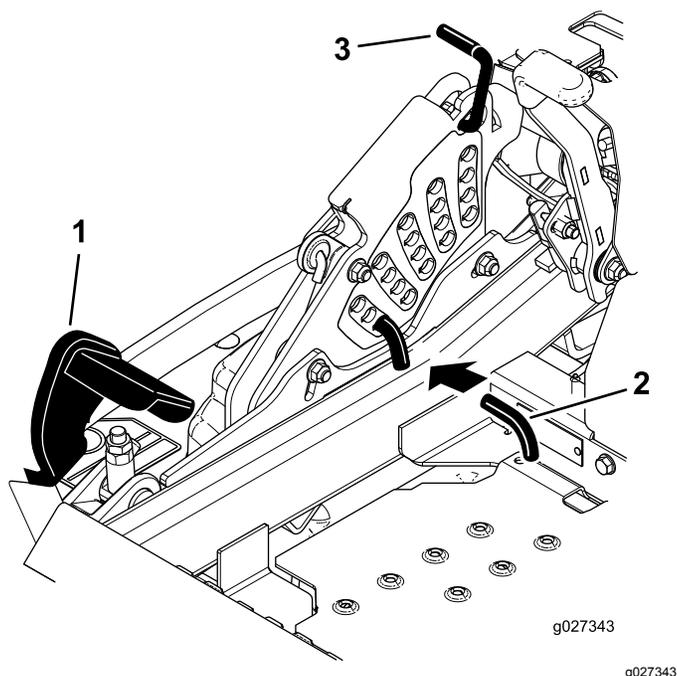

Figura 25
2. Pise el pedal de elevación de la carcasa y eleve la carcasa a la posición de transporte (que es también la posición de altura de corte de 140 mm - 5½") (Figura 25).
3. Para ajustar la altura de corte, gire el pasador 90 grados y retire el pasador del soporte de altura de corte (Figura 25).
4. Seleccione el taladro del soporte de altura de corte que corresponde a la altura de corte deseada e inserte el pasador (Figura 25).